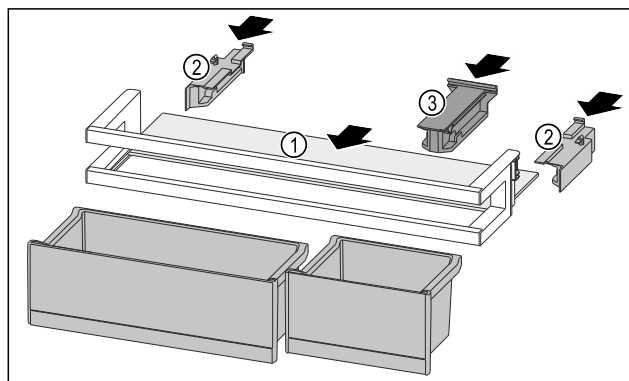

Fig. 162
- ▶ 将搁板 Fig. 162 (1)推入侧面凹槽。
- ▶ 插入侧面部分 Fig. 162 (2)。
- ▶ 插入定位件 Fig. 162 (3)。